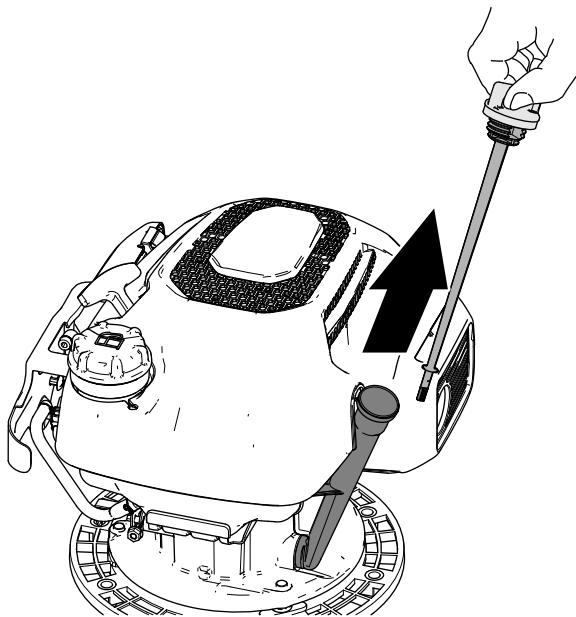

Figura 14
2. Retire la varilla del cuello de llenado de aceite y límpiela con un trapo limpio (Figura 14).